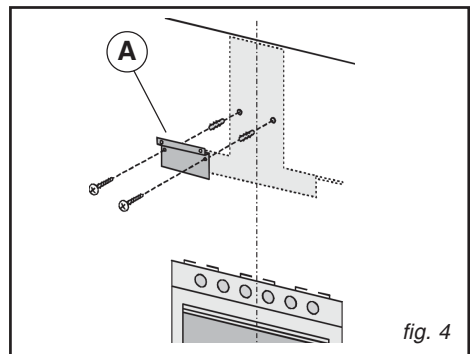

fig. 4
- Den Metallbügel (A) an der Wand befestigen, dazu die gerade angebrachten 2 Löcher benutzen
- Abb. 4 - (die Schrauben zur Befestigung der Bügel sind mitgeliefert). Benutzen Sie die beiden auf dem Bügel ausgesparten Dreiecke, um diesen exakt entlang der Längsachse der Haube zu positionieren.